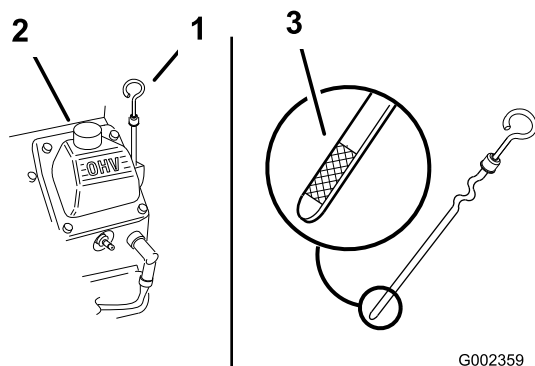

Figura 47
4. Pulite attorno all'asta di livello (Figura 47) in modo che la morchia non possa penetrare nel foro di rifornimento e danneggiare il motore.
5. Estraete l'asta di livello dell'olio e pulitene l'estremità (Figura 47).
6. Inserite a fondo nel tubo di rifornimento l'asta di livello dell'olio (Figura 47).
7. Versate lentamente nel tubo di rifornimento (Figura 47) l'80% circa dell'olio indicato.